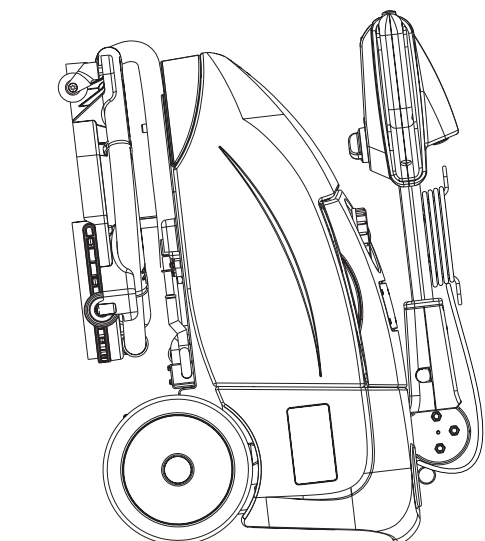

Figura 4
2. Aprire il coperchio (4) e scollegare il connettore della batteria (7).
4. Per una migliore salvaguardia della spazzola e delle gomme tergitoro piegare il manubrio (2) in avanti e riporre la macchina come rappresentato in figura 4.